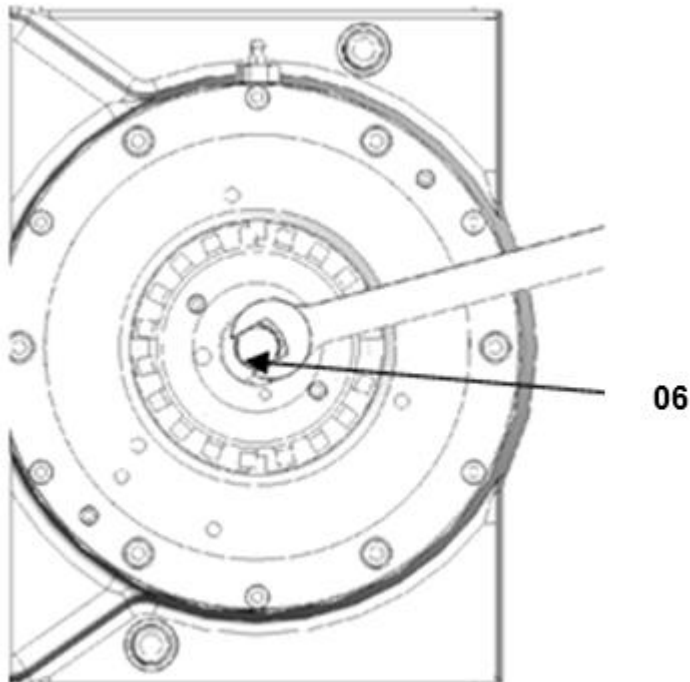

Bild 5.5
6. Mit einem Schraubenschlüssel Bild 5.5 ziehen Sie nun die Schraube für die Verschleißüberwachung **06** an bzw. lockern sie, bis der Spalt zwischen Belag und Scheibe den gewünschten Wert „PG“ Pad Gap siehe Typenschild Bremse erreicht.
3. Entfernen Sie die Sicherungsscheibe **15**, um die Schraube für die Verschleißüberwachung **06** freizulegen Bild 5.5, siehe Kapitel 5.3.